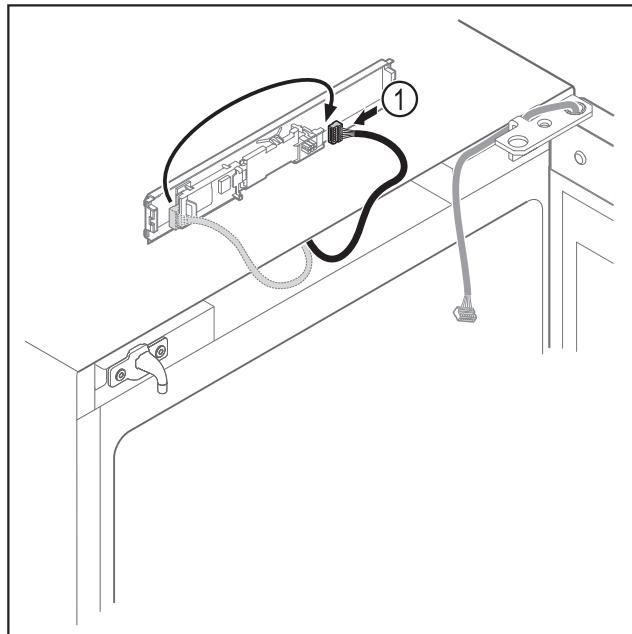

Fig. 14
- Ponovno spojite utikač *Fig. 14 (1)* na tiskanu pločicu.